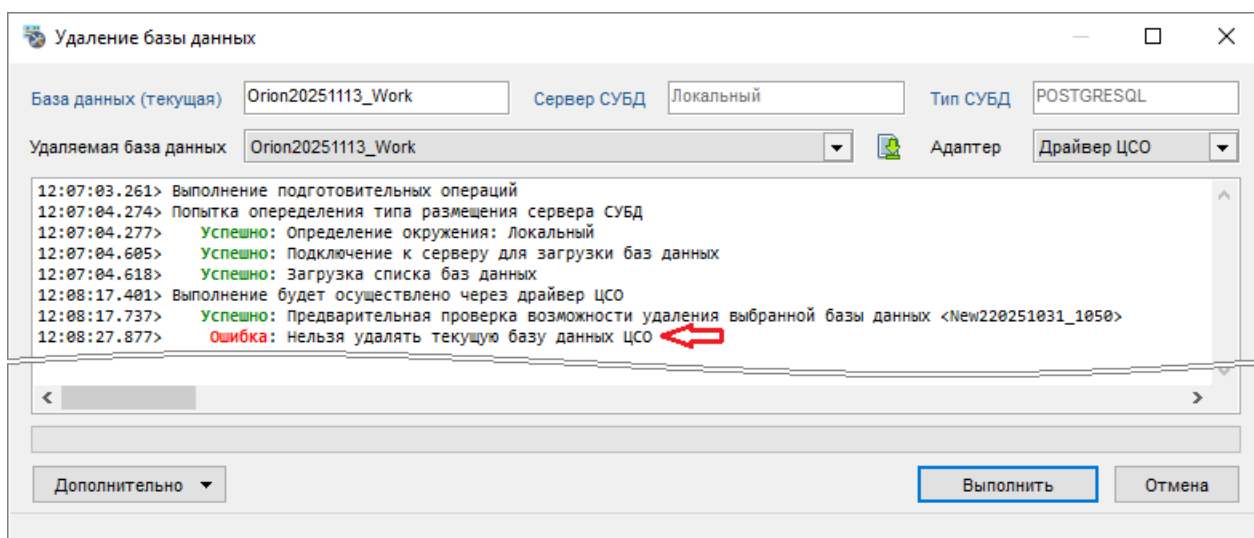

Рисунок 4-67 Отображение ошибки в окне "Удаление базы данных"
- 3) при отображении в протоколе ошибок (см. Рисунок 4-67) внесите необходимые изменения и нажмите кнопку «Далее»;